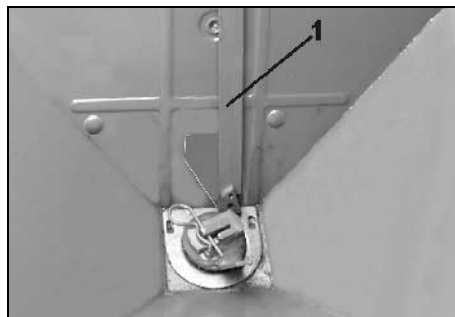

Fig. 63
- Lägg i inställningstolken (Fig. 63/1) i spjällöppningen.